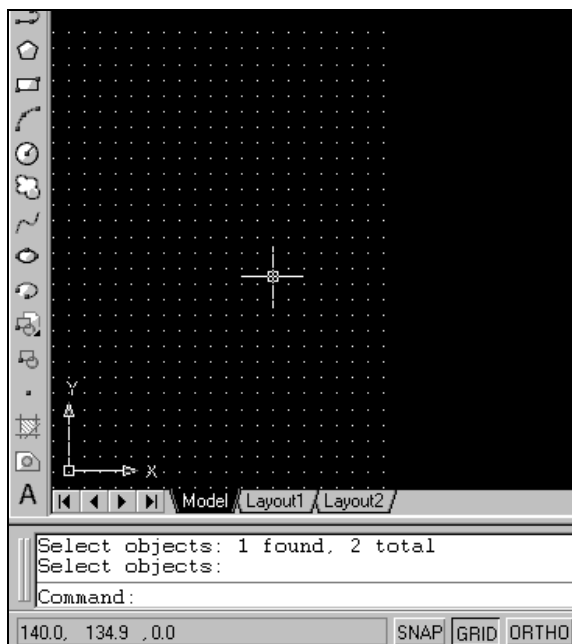

Рис. 2.8. Активизация вывода точечной сетки из статусной строки
3. Выберите в этом окне вкладку **Snap and Grid** (Шаг и сетка) и активизируйте вывод точечной сетки в пределах лимитов чертежа, для чего установите флажок **Grid On (F7)** (Сетка Вкл). Включать и отключать точечную сетку можно также потом вне диалогового окна щелчком мыши на кнопке **GRID** (СЕТКА) (рис. 2.8) в строке состояния или нажатием функциональной клавиши <F7>.
5. После ввода шага сетки по одной из осей координат нажмите клавишу <Enter> для выхода из диалогового окна, если шаг сетки по осям координат одинаковый. Значение шага по второй оси установится автоматически. В левом нижнем углу графической зоны экрана появится сетка (рис. 2.8).